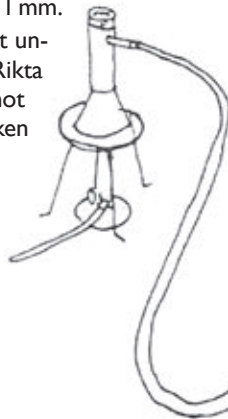

BILD 1
2. Klipp till 8 st mässingbleck med mått enligt bild 1.